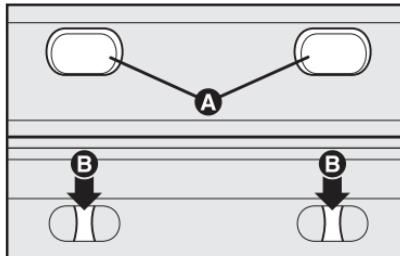
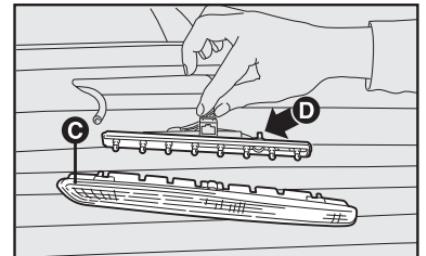

fig. 24
fig. 25
BRAKE LIGHT - fig. 24 e fig. 25
- remover as tampas **A**-fig. 24 de borracha;
- pressionar nos dispositivos de bloqueio **B**-fig. 24 e extrair o grupo transparente **C**-fig. 25;
- agindo no sentido contrário às aletas **D**-fig. 25 extrair o porta-lâmpadas;